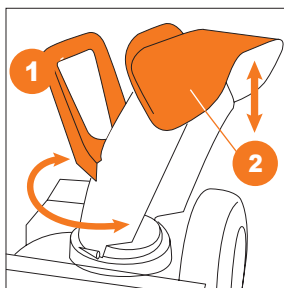

Рис. 22
- Вы можете изменять направление и дальность выброса снега, с помощью ручки изменения направления **1** и дефлектора **2** на S 6060 (Рис. 22).